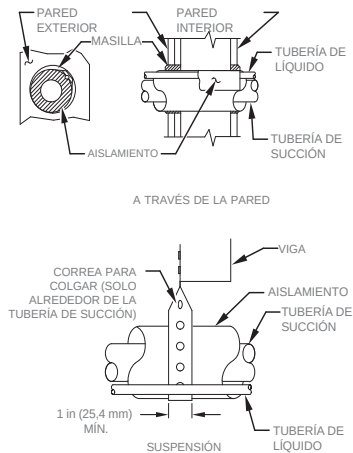

Fig. 1 – Instalación de la tubería de conexión
5. Al tender los tubos de refrigerante a través de la pared, selle la abertura con RTV u otro tipo de masilla de silicona flexible (consulte la Fig. 1).
7. No suspenda las tuberías de refrigerante en vigas ni travesaños con un cable o correa rígidos, en contacto directo con las tuberías (consulte la Fig. 1).
9. Si es necesario, use correas para colgar de 1 in de ancho que se adaptan a la forma del aislamiento de la tubería (consulte la Fig 1).